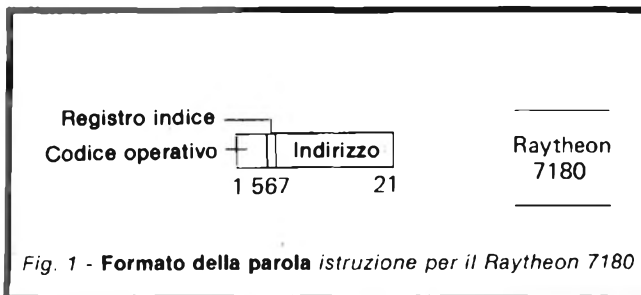

Fig. 1 - Formato della parola istruzione per il Raytheon 7180
Nello schema dell'unità VN46AF illustrato alla figura 1-B si deve notare che il corpo e la sorgente sono internamente connessi tra loro. Le figure 1-C - e 1-D - rispettivamente - rappresentano modelli semplificati degli stati di interdizione e di conduzione dell'elemento semiconduttore al quale ci riferiamo.
Fig. 1 (A) - Gli elementi VN46AF passano dall'interdizione alla conduzione con un resistore «drain» e sorgente di 3 Ω, mentre il potenziale tra «gate» e sorgente oscilla da 0 a + 10 V. Il dispositivo passa in interdizione con circa 1 V. (B) - Alcuni transistori del tipo VMOS recano un diodo zener incorporato (D2), che svolge un'azione di protezione nei confronti della giunzione tra «gate» e sorgente. (C) - Un transistoro VMOS equivale a due diodi nello stato di interdizione, quando la tensione tra «gate» e sorgente è inferiore alla tensione di soglia. (D) - Il diodo equivalente D1, risulta collegato in parallelo ad un resistore del valore di 2 Ω, quando il dispositivo VMOS si trova in stato di conduzione, e con un potenziale tra «gate» e sorgente di + 10 V. (E) - Le relazioni che intercorrono tra deboli segnali applicati tra «drain» e sorgente e la corrente relativa vengono essenzialmente determinate attraverso il comportamento del diodo costituito dal corpo e dall'elettrodo «drain». (F) - Nel «gate» analogico tipo VMOS di tipo singolo, l'ingresso è limitato alle sole tensioni di polarità positiva. Nel caso illustrato, le resistenze di conduzione è pari o inferiore a 2 Ω, ed il commutatore è in stato di conduzione rispetto al carico soltanto quando il potenziale di uscita è elevato.